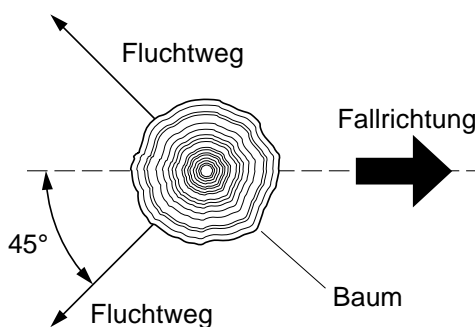

Abb.12 - Fluchtweg vom Baum
3. Vor dem Fällen den Fluchtweg festlegen und räumen. Er sollte entgegen der geplanten Fallrichtung und im 45°-Winkel zur Falllinie verlaufen (siehe Abb.12).